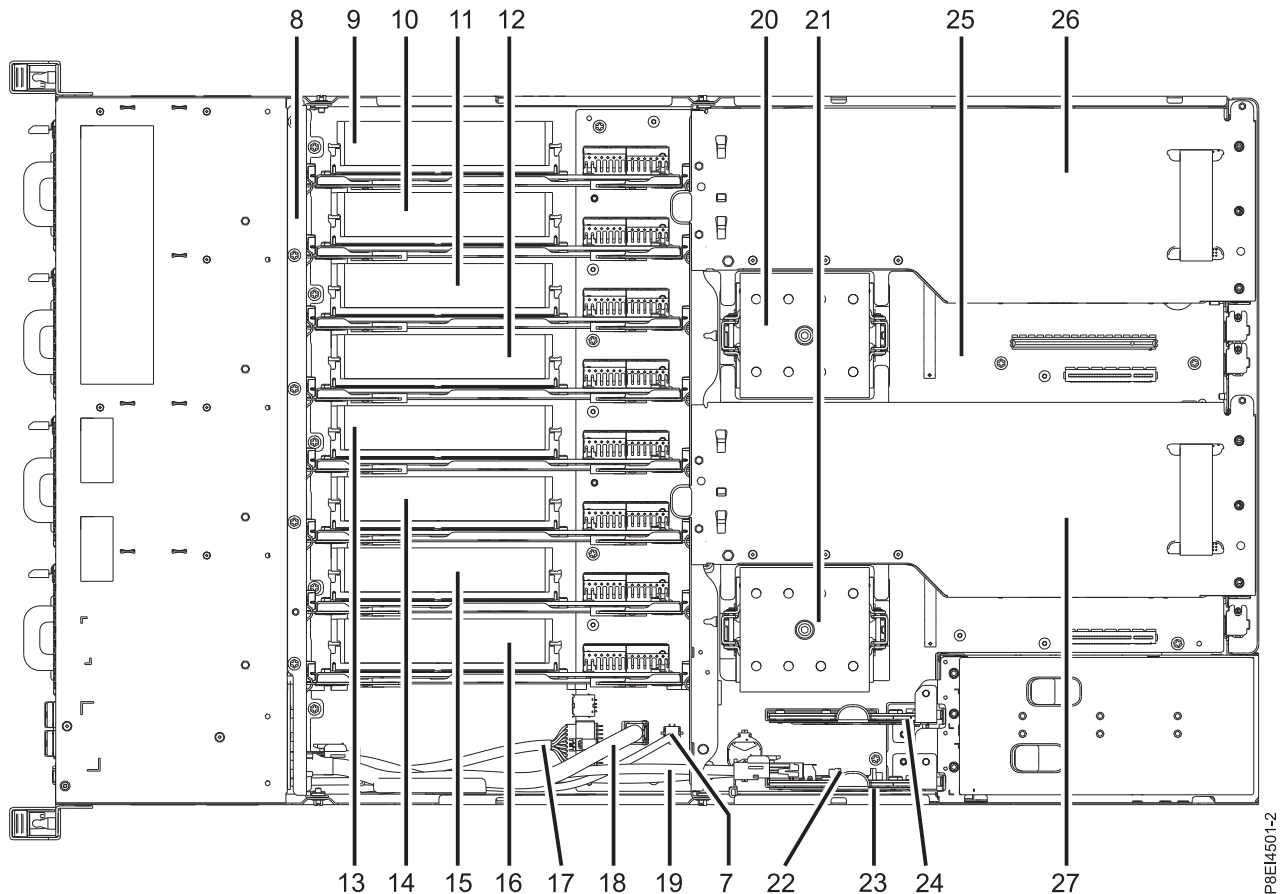
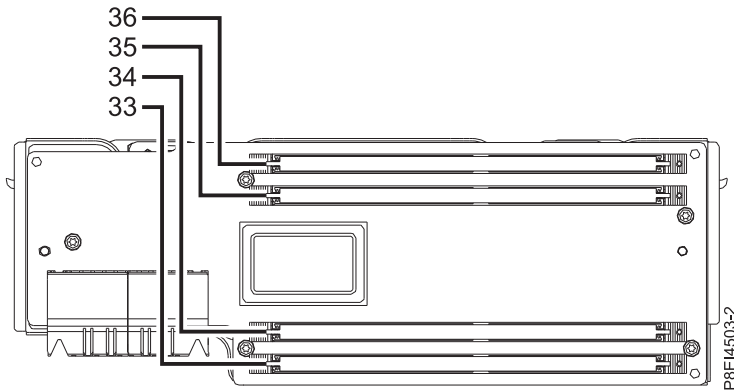

Figure 86. Emplacement des cartes de bus mémoire - positions 9 à 16
Figure 87. Emplacement des barrettes mémoire DIMM sur la carte de bus mémoire - positions 33 à 36
2. Localisez la carte de bus mémoire contenant la barrette mémoire DIMM défectueuse. La figure 86 illustre l'emplacement des cartes de bus mémoire sur le système 8335-GTB et la figure 87, à la page 74 illustre les emplacements de barrette mémoire DIMM sur la carte de bus mémoire.